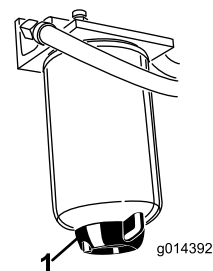

Figure 36
Vidangez chaque jour l'eau ou autres impuretés qui se trouvent dans le séparateur d'eau (Figure 36). Changez la cartouche du filtre toutes les 400 heures de fonctionnement.
2. Dévissez le bouchon de vidange en bas de la cartouche du filtre (Figure 36).